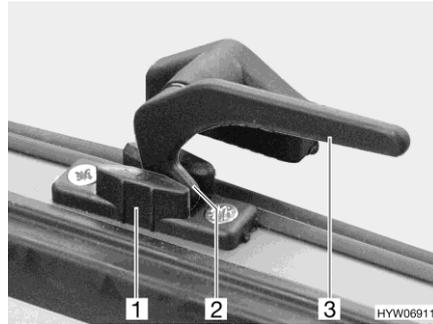

Fig. 45 Palanca de bloqueo en la posición de "ventilación continua"
- En la posición "ventilación continua" (Fig. 45)
- Girar todas las palancas de bloqueo (Fig. 45,3) un cuarto de vuelta hacia la mitad de la ventana.
- Girar de nuevo hacia atrás las palancas de bloqueo. El saliente de bloqueo (Fig. 45,2) se ha de introducir para ello siempre en el rebaje del bloqueo de la ventana (Fig. 45,1).